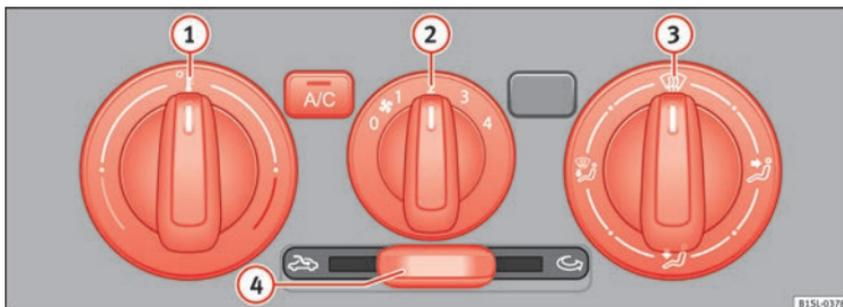

Fig. 38 Na parte superior da consola central: comandos do ar condicionado manual e do sistema de aquecimento e ar fresco.
| Desligar | Desliga-se rodando o regulador central (2) para a posição 0 » Fig. 38. |
| Temperatura | Com o regulador rotativo esquerdo (1) » Fig. 38 ajusta-se a temperatura. |
| | Ventilador Com o regulador rotativo central (2) » Fig. 38 ajusta-se a velocidade do ventilador. |
| Distribuição do ar | Com o regulador rotativo direito (3) » Fig. 38 ajusta-se a distribuição do ar. : Distribuição do ar para a parte superior do corpo através dos difusores de ar do painel de instrumentos. : Distribuição do ar para a zona dos pés. : Distribuição do ar para o para-brisas e para a zona dos pés. : Eliminar o gelo do para-brisas. Elimina-se o gelo do para-brisas o mais rapidamente possível e desembacia-se o mesmo (função de descongelação/desembaciamento). |
Com o regulador deslocável  » » Fig. 38 liga-se e desliga-se a recirculação de ar » » Página 139.